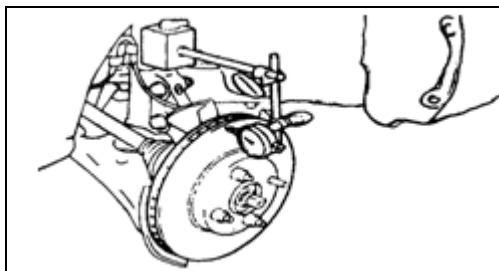

图 3—19
(1) 临时紧固制动盘，拧紧力矩： $103\text{N}\cdot\text{m}$ 。
(2) 用百分表，在距制动盘外缘10mm处测量制动盘的摆动，如图3—19所示。制动盘最大摆动： 0.05mm 。